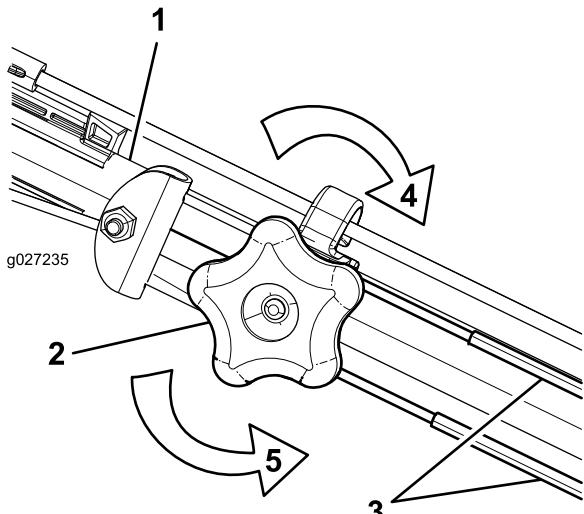

Figura 35
1. Gire el pomo de ajuste en sentido antihorario para aflojar el cable (Figura 35).
2. Ajuste la tensión del cable (Figura 35) tirando del mismo hacia atrás o empujándolo hacia adelante, y sujetelo en esa posición.